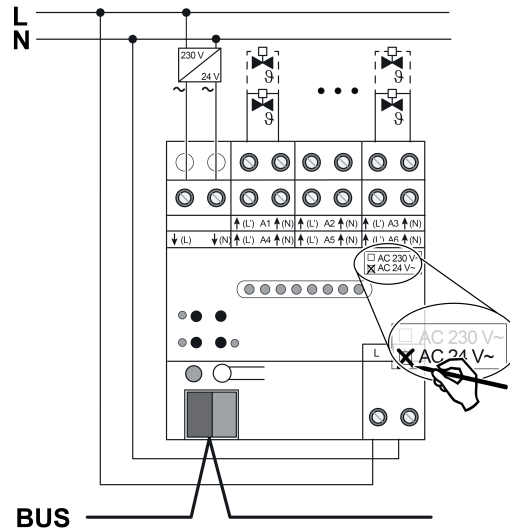

Figura 4: Collegamento attuatori 24 V
- Collegare gli attuatori AC 24 V secondo lo schema elettrico degli allacciamenti (figura 4).
- Collegare la tensione di rete ai morsetti (5).